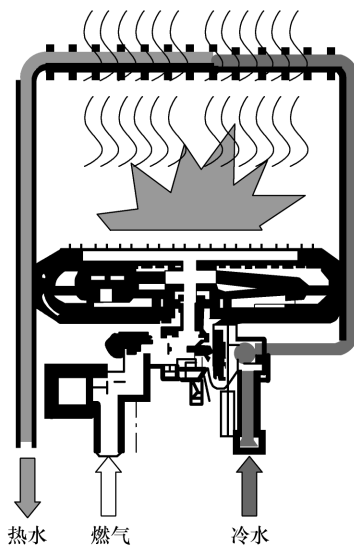

图 3-10 关机
6) 关机: 进水阀关闭, 水流停止, 关闭水气联动阀, 燃气被切断, 燃烧的火焰熄灭, 如图 3-10 所示。